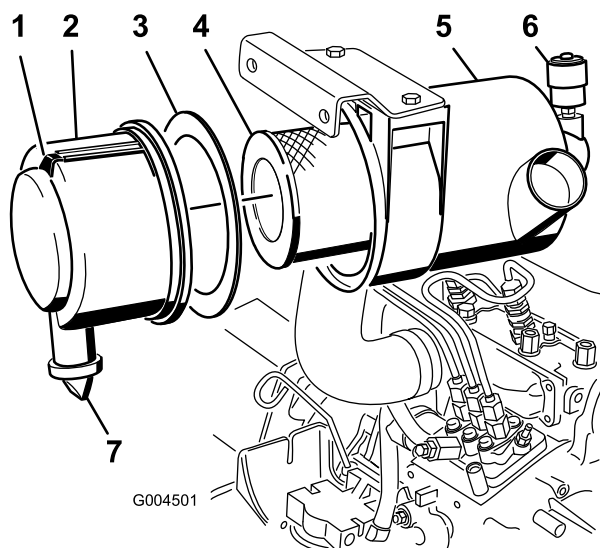

Figure 45
- Faites l'entretien du filtre à air quand l'indicateur de colmatage (Figure 45) est rouge ou toutes les 400 heures (plus fréquemment si vous travaillez dans une atmosphère extrêmement poussiéreuse ou sale). N'effectuez pas l'entretien du filtre à air trop souvent.
1. Tirez le verrou vers l'extérieur et tournez le couvercle du filtre à air dans le sens antihoraire (Figure 45).
2. Déposez le couvercle du corps du filtre à air (Figure 45).
4. Déposez et remplacez l'élément principal (Figure 45).
6. Vérifiez que le joint en mousse est en place dans le couvercle et qu'il n'est pas déchiré ou endommagé (Figure 45). Remplacez-le s'il est endommagé.
- A. Retirez la valve de sortie en caoutchouc du couvercle (Figure 45).
10. Réarmez l'indicateur de colmatage (Figure 45) s'il est rouge.